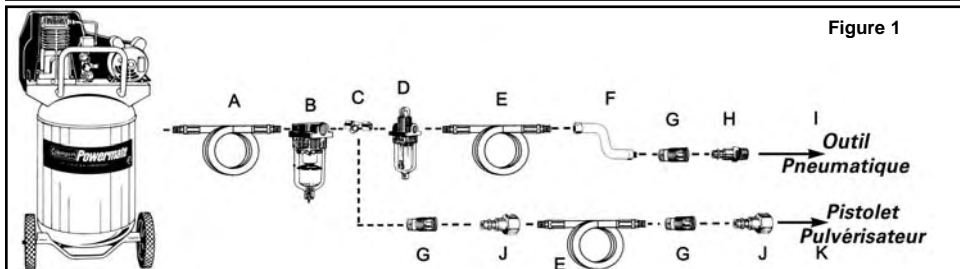

Figure 1
To maintain the maximum performance of the air tool, it must be lubricated each time it is used. Dust, dirt, rust and oil residue will build up inside the tool and reduce the performance. An in-line oiler is recommended for proper automatic tool lubrication (see Figure 1). If an in-line oiler is not available, the tool can be lubricated manually through the inlet port (see Figure 3).
- Branchez l'outil au raccord rapide du tuyau flexible d'air. **REMARQUE : Il est recommandé d'utiliser un flexible de raccordement à pivot (P012-0079SP - non inclus) afin d'empêcher le tuyau flexible de s'entortiller ou de se plier et de prévenir son usage excessif (voir l'élément F de la Figure 1 pour les connexions recommandées).**
Pour conserver le rendement optimal du moteur pneumatique, il faut le lubrifier à chaque utilisation. Des résidus de poussière, de saleté et d'huile se logeront à l'intérieur de l'outil et en réduiront le rendement. Un huilier sur canalisation est recommandé pour lubrifier automatiquement l'outil de façon adéquate (voir Figure 1). Si ce dispositif n'est pas disponible, il est possible de lubrifier l'outil manuellement par l'orifice d'admission (voir Figure 4).